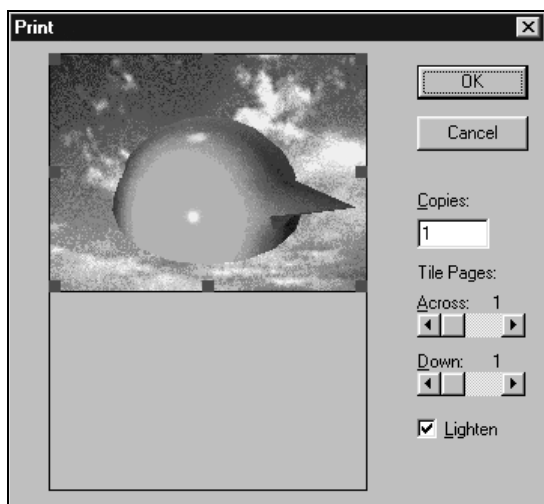

Рис. 10.33. Диалоговое окно **Print**
4. Вывести на печать созданный файл с помощью меню **File | Plot** (Файл | Печать). После появления диалогового окна **Print** (Печать) (рис. 10.33) настроить в нем расположение изображения на печатаемом листе бумаги и нажать клавишу <Enter>.